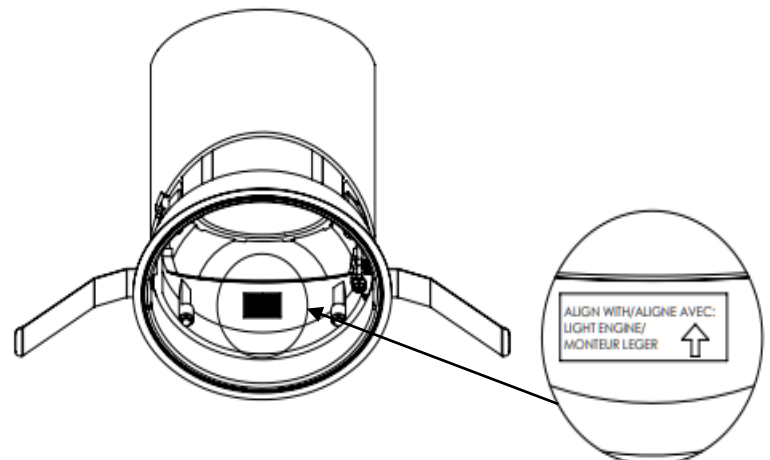

Figure 3.2
**Remarque :** Voir la page 3 pour les instructions de réglage. Square Trim illustré à titre d'exemple dans les étapes suivantes, ne s'installe que dans ouverture carrée. Pour le module d'éclairage rond, alignez l'étiquette de garniture avec l'étiquette du moteur d'éclairage (Fig 3.2). Pour luminaires de 4 pouces seulement